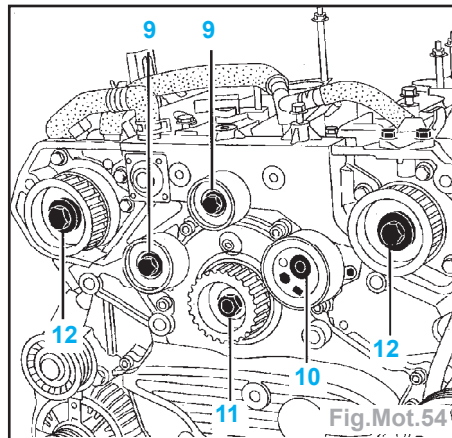

Fig.Mot.54
- Bloquer le galet tendeur en insérant une clé six pans de 6 mm en (2).
- Déposer les pignons (12) des arbres à cames en les bloquant à l'aide du Mot.1659 (Fig.Mot.54).